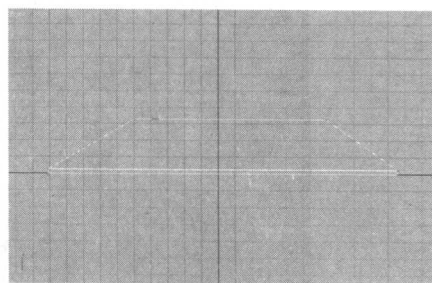

图 1-2-7 移动节点
(7) 选择最上面的节点，将两边的节点移动到如图 1-2-7 所示的位置。